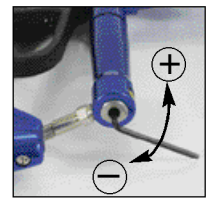

Figure 8. Augmentation de la pression sur le modèle EXT.
3. Le modèle EXT est offert avec un régulateur DSR en équipement standard qui peut directement influencer la vitesse. La plupart des marqueurs EXT tirent à un degré de 280 pi/s lorsque le régulateur est réglé à 300 psi. Pour augmenter la vitesse, faites augmenter la pression avec une clé Allen de 3/32 po. Pour augmenter la pression, tournez la cheville de réglage inférieure dans le sens inverse des aiguilles d'une montre (au-dessous du régulateur DSR) avec une clé Allen de 3/32 po. Figure 8.